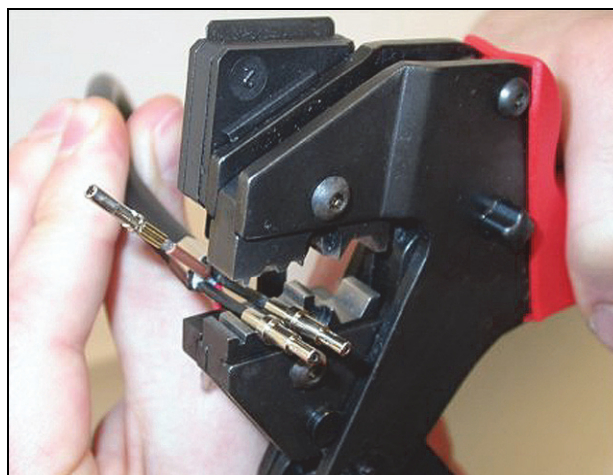

abbildung 30.24: Quetschen von Hülsen (2)
- 24 Beide Hülsen in die Crimp-Zange (Werkzeug 3) setzen (siehe abbildung 30.24).